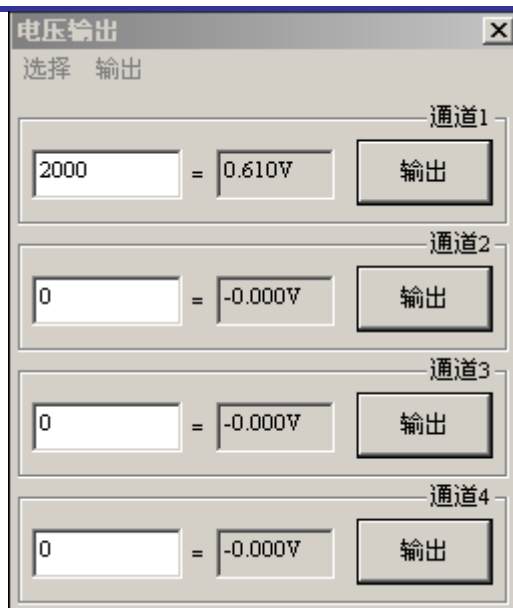

图 4-15 电压输出对话框
- (1) 断开端子板上轴信号连接线缆, 将万用表选至电压测量档, 地线连接端子板轴信号的 pin13 数字地, 万用表正线测试轴信号接口的 pin8 (DAC) 模拟输出接口;
- (2) 在 MCT2008 软件主界面点击菜单“视图”->“电压输出”, 将会弹出电压输出模块对话框, 如图 4-15 所示;